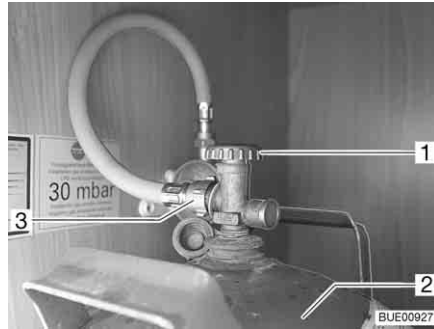

Fig. 98 Compartiment à gaz
- Fermer le robinet principal (Fig. 98,1) de la bouteille de gaz (Fig. 98,2). Observer le sens de la flèche.
- Dévisser à la main la lyre (Fig. 98,3) de la bouteille de gaz (filetage à gauche).